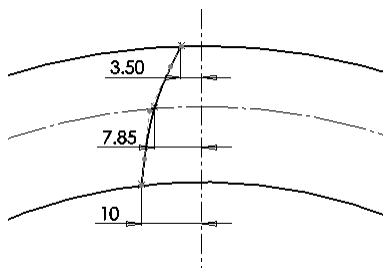

图 9-54 绘制一条样条曲线
- [3] 选择3个点绘制一条样条曲线来拟合渐开线，如图9-54所示。